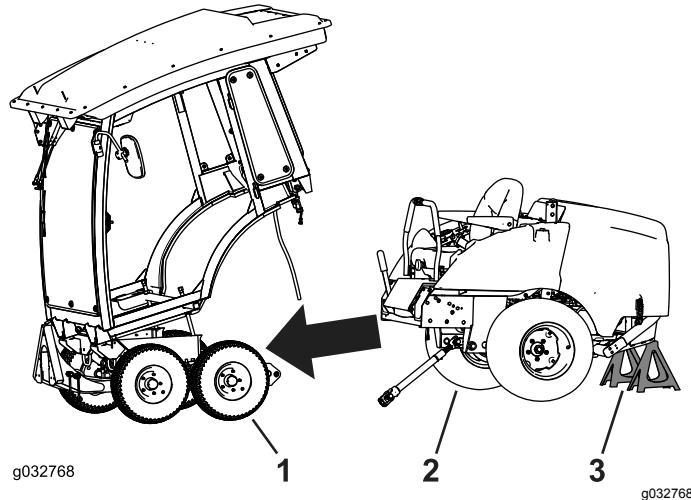

Рисунок 118
8. Откатите зимнюю раму от рамы машины (Рисунок 118).